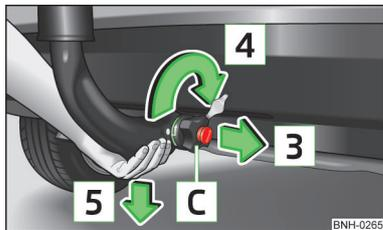

Fig. 111
- Agarrar la barra de cabeza esférica por abajo » fig. 111 y con la otra mano tirar del volante **C** en el sentido de la flecha **3**.